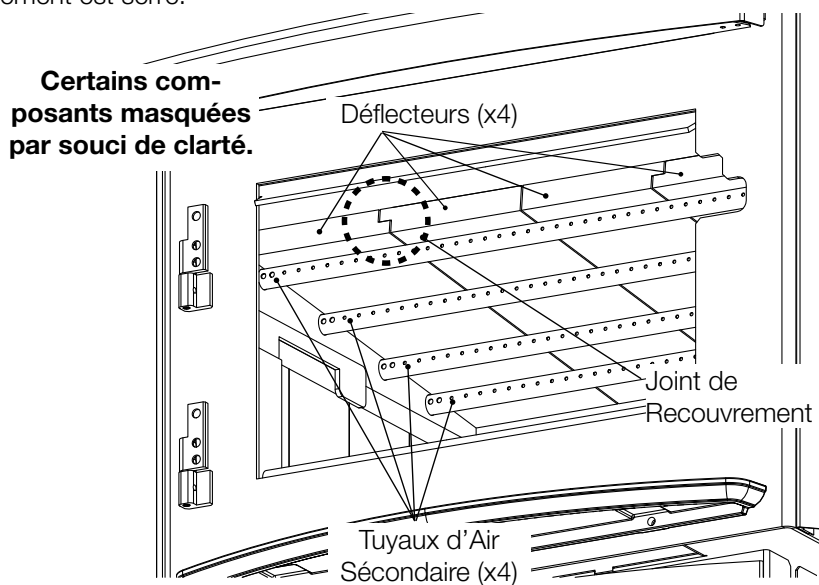

Fig. 4-4
- Faites pivoter soigneusement quatre déflecteurs en fibre «E» vers le haut sur les tubes d'air secondaire comme illustré (**Fig. 4-4**). Assurez-vous que les chicanes sont poussées complètement à l'arrière de la chambre de combustion, en laissant un espace d'au moins 1 pouce le long de l'avant. Cela permettra aux gaz de combustion de s'échapper de la chambre de combustion. Assurez-vous que le joint de recouvrement est serré.